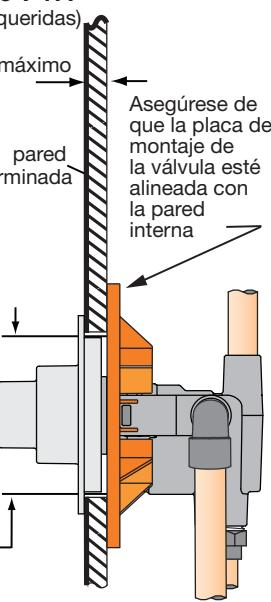

Figura 2 Válvula de montaje
- Considere si debe usar la placa de montaje al revisar la siguiente figura 2.
- Refiérase a la figura 2 para determinar si se requiere la capa.
Instale a través del hoyo cortado en la pared como se especifica en la figura 2 debajo de la ilustración de la dimensión en la página 4.
* Notas: (también refiérase a página 2, figura 2 para ver detalles)
(1) Paredes para utilizar la placa de montaje T-177 (MP)